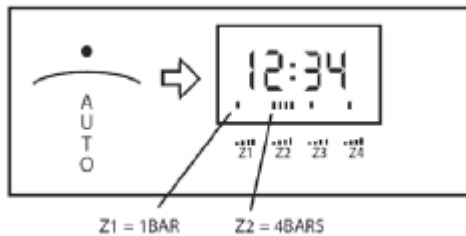

Fig.10 Tabela 5
2. Zmienić status strefy 1 poprzez wciśnięcie przycisków „+” i „-”. Strefa 1 zmieni się pomiędzy 1 i 4 kreskami (patrz rys. 10 i Tabela 5).